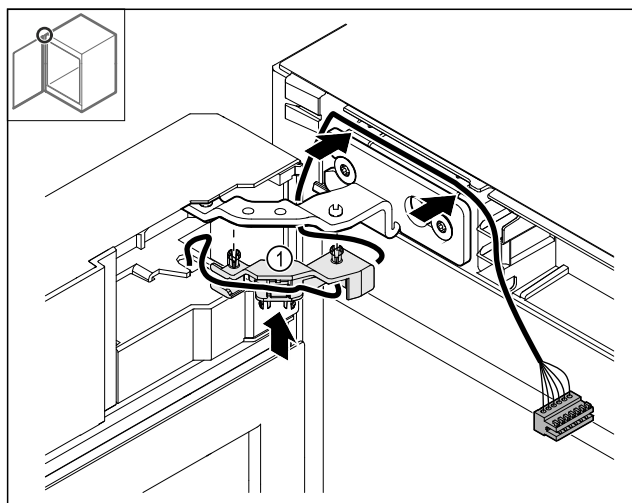

Fig. 44
- ▶ Potisnite držalo kabla Fig. 44 (1) v tečaj.